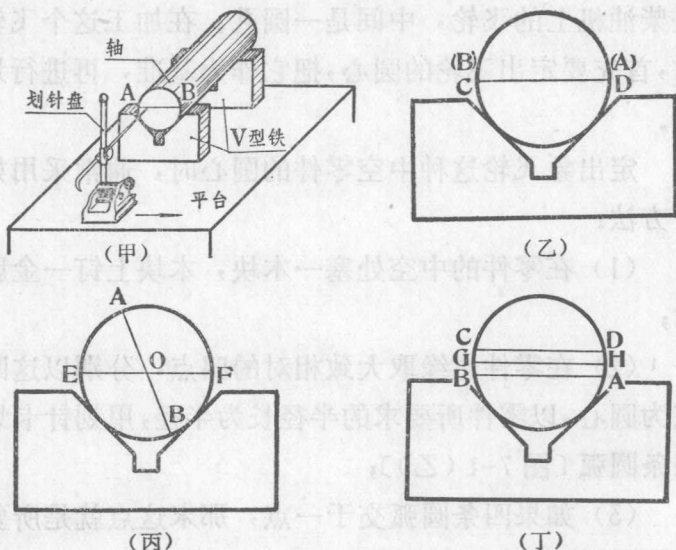

图 7-2
轴是机器上常见的主要零件之一，在加工时有时需要定出它的两端的圆心，其划线方法如下〔图 7-2〕：
(1) 把轴搁在 V 形铁（中间是等腰直角三角形的铁块——工厂里也称元宝铁）上，把划针盘的针尖调整到大约中间的地方，在端面上划直线 AB〔图 7-2 (甲)〕；
(2) 把轴转动 180° ，再用同样高度的划针划直线
(3) 如 CD 与 BA 重合〔图 7-2 (乙)〕, 只要将轴再转动任意一个角度, 并用同样高度的划针, 划直线 EF 〔图 7-2 (丙)〕, EF 与 AB 的交点 O 就是所要定的圆心;
(4) 如 CD 与 BA 不重合〔图 7-2 (丁)〕, 把划针调整到 BA 与 CD 的中间划直线 GH , 使它到 BA 和 CD 的距离相等, 再按照图 7-2 (乙)、(丙) 的方法继续划线, 就可以定出圆心的位置。
为什么这样得出的交点就是圆心呢? 事实上, 当 AB 、 CD 是圆的直径时, 它们才能重合〔图 7-2 (乙)〕, 因此用同样高度的划针划出的 EF 〔图 7-2 (丙)〕也是